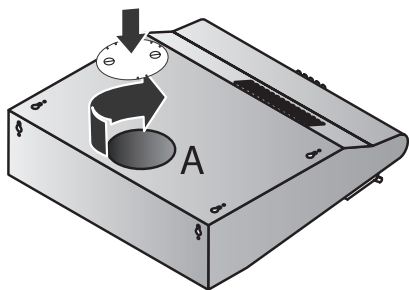

Рис. 1
Для работы вытяжки в режиме рециркуляции, закройте круглое отверстие (A) заглушкой из комплекта поставки (Рис. 1).